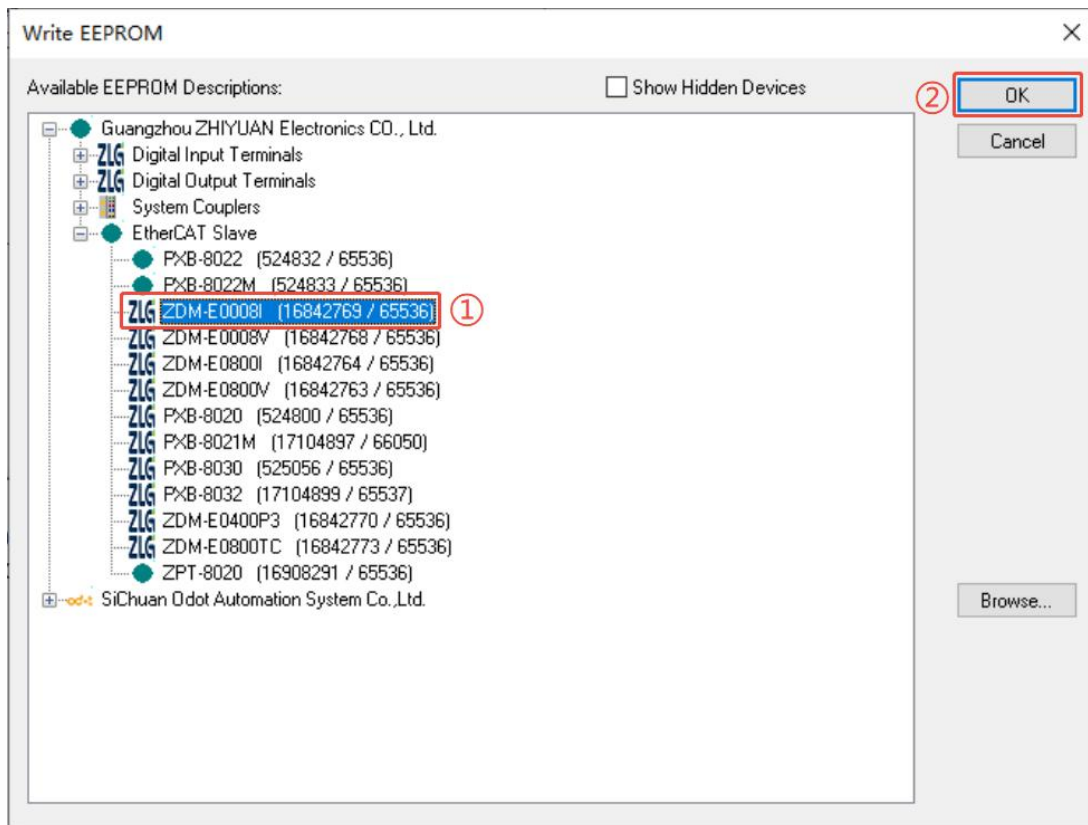

图 6.3 烧录 ESI 文件至 EEPROM
3. 跳转至烧录界面，选中需要烧录的 ESI 文件（此处以 ZDM-E0008I 为例），点击 OK 即开始烧录对应的 ESI 文件，如图 6.3 所示。